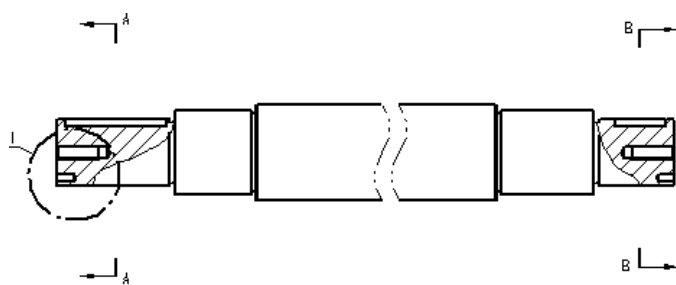

图 10.2.16 设置视图标签
(6) 设置视图标签。右击主视图局部放大视图的视图标签“I”，然后在系统弹出的快捷菜单中选择  属性命令，单击 **常规** 选项卡，选中  ESKD 单选项，然后单击 **确定** 按钮，将视图标签移到合适的位置处，如图 10.2.16 所示。